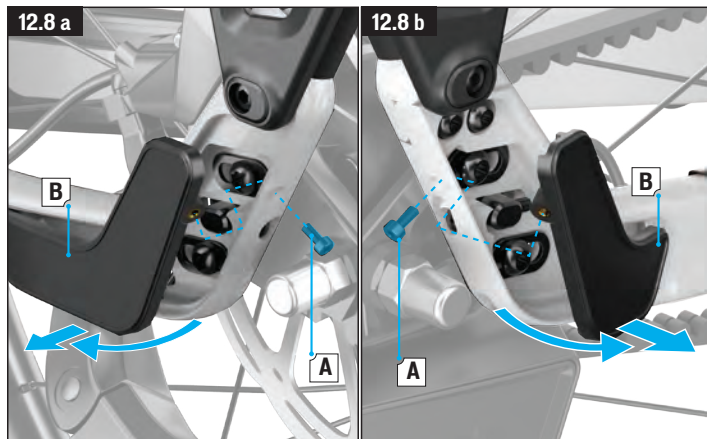

Fig. 12.8 A & B
- Verwijder de kappen van het verstelbaar voorkeinde (fig. 12.8 A-B).
- Verwijder de bovenste bouten van de staande achtervorkkoppeling (A) en de trommel van de staande achtervorkkoppeling (B) van het voorkeinde met behulp van een TX25-sleutel.
- Trek de liggende en staande achtervork uit elkaar en schuif de riem voorzichtig door de opening in de staande achtervork (C).